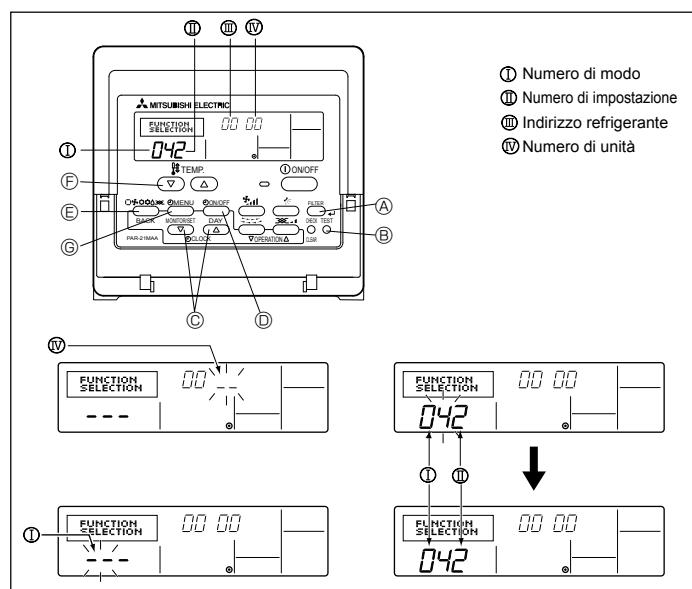

Fig. 6-9
1) Per il comando a distanza con filo (Fig. 6-9)